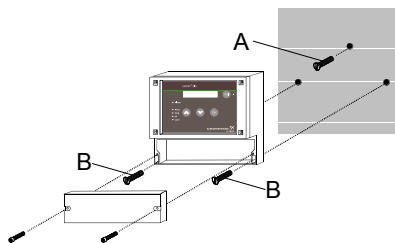

Fig. 4 Disegno di montaggio
2. Avvitare la vite (A) nel tassello centrale superiore fino a che fuoriesce di circa 1 cm. Vedere fig. 4.
4. Appendere gli strumenti alla vite (A).
5. Serrare gli strumenti con le due viti (B).